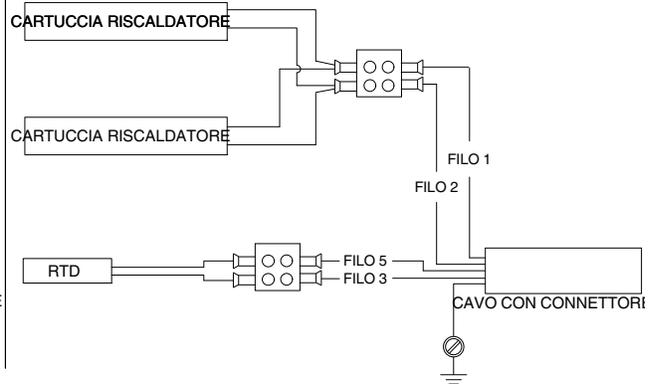

Figura 10 Tipiche riparazioni della cartuccia del riscaldatore e dell'RTD
1. Vedi figura 10. Togliere le viti (1) che fissano la copertura (2) alla scatola del riscaldatore (4).
2. Togliere le viti (9) che fissano la copertura dei fili (10) al corpo (5).
3. Svitare la vite necessaria (3) sul connettore (13) e rimuovere i fili (6).
4. Rimuovere la cartuccia del riscaldatore (7) dal corpo (5).
4. Rimuovere l'RTD (8) dal corpo (5).
5. Togliere l'isolamento dai fili (6) del nuovo RTD (8). Aggraffare nuove ghiere (12) sui fili.
6. Applicare preparato dissipatore di calore (11) sull'RTD (8). Inserire l'RTD nel corpo (5).
7. Inserire i fili (6) nel connettore in questione (13) e stringere le viti (3).
8. Montare la copertura dei fili (10) sul corpo (5). Posare i fili attraverso la scanalatura come illustrato. Fissare la copertura dei fili al corpo usando le viti (9). Stringere saldamente le viti.
9. Montare la copertura (2) sulla scatola del riscaldatore (4) usando le viti (1). Stringere saldamente le viti.